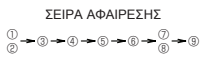

Fig. 4-1
• Πρωτό ξεκινήσετε τη λειτουργία της μονάδας, φροντίστε να ανοίξετε το ΑΝΩ ΚΑΛΥΜΜΑ ΣΥΜΠΙΕΣΤΗ και το ΜΠΡΟΣΤΙΝΟ ΚΑΛΥΜΜΑ ΣΥΜΠΙΕΣΤΗ και να αφαιρέσετε τα σταθερά εξαρτήματα του ΣΥΜΠΙΕΣΤΗ. (Fig. 4-1)